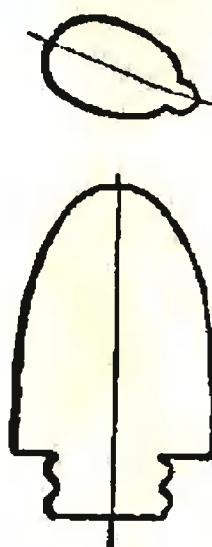

Рис. 1.
**ДОКТОР АИБОЛИТ** (рис. 1). Вытаскиваете две заготовки: одну для головы, другую для туловища. Шпилькой (такий гвоздик без шляпки) или шкантиком (круглая деревянная палочка) голову неподвижно прикрепляете к туловищу.